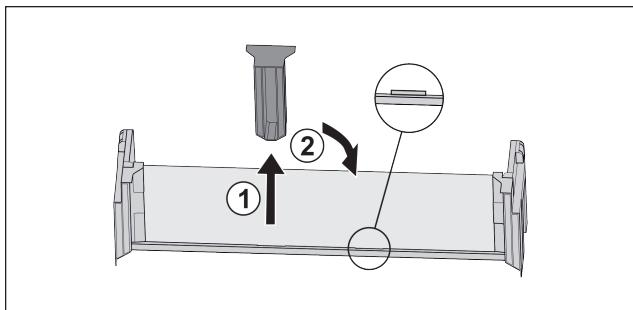

Fig. 30
- ▶ Snemite sredinski držalni del Fig. 30 (1).
- ▶ Sredinski držalni del vstavite na drugem položaju Fig. 30 (2).